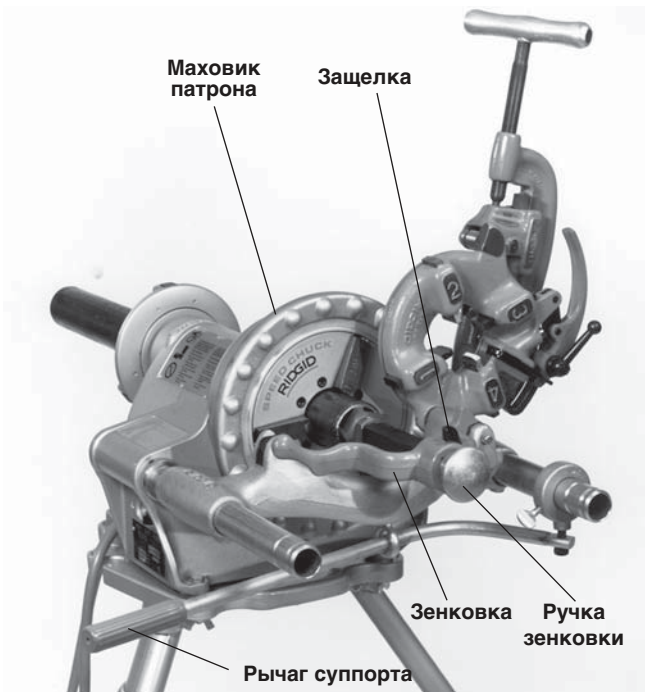

Рисунок 10 – Обработка трубы зенковкой № 341
1. Переведите рычаг зенковки вниз в положение для зенковки. (рисунок 10).